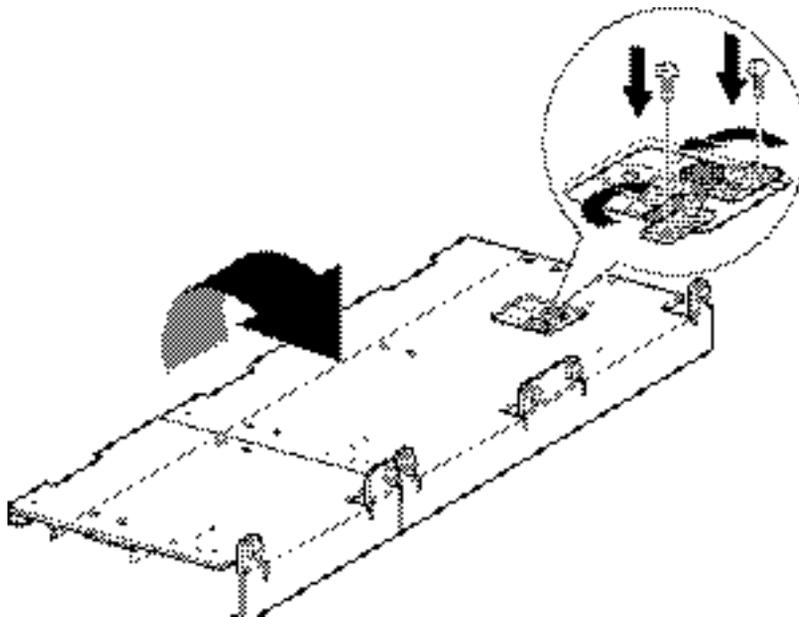

Figura 2-19. Cinghia dentata sul blocco cinghia
7. Posizionare le estremità della cinghia dentata sul blocco cinghia (vedere la Figura 2-19).